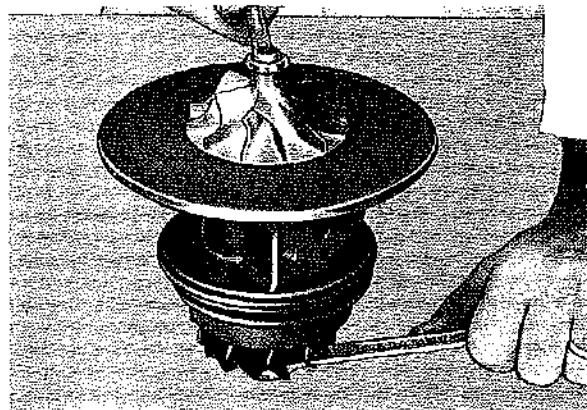

Fig. 116
- Compressore allentando il dado 18 (Fig. 116).